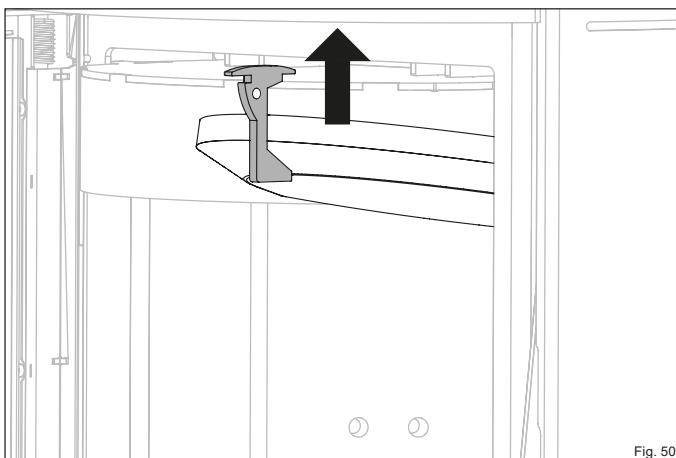

Fig. 50
- Faites glisser le support de la pierre thermique vers le haut (Fig. 50).